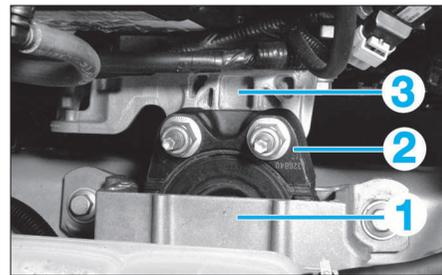

FIG. 11
- Déposer l'ensemble support moteur (1) et (2), puis le support moteur intermédiaire droit (3) (Fig.11).
- le support moteur intermédiaire droit (3) (Fig.11).
- l'ensemble support moteur droit (1) et (2).